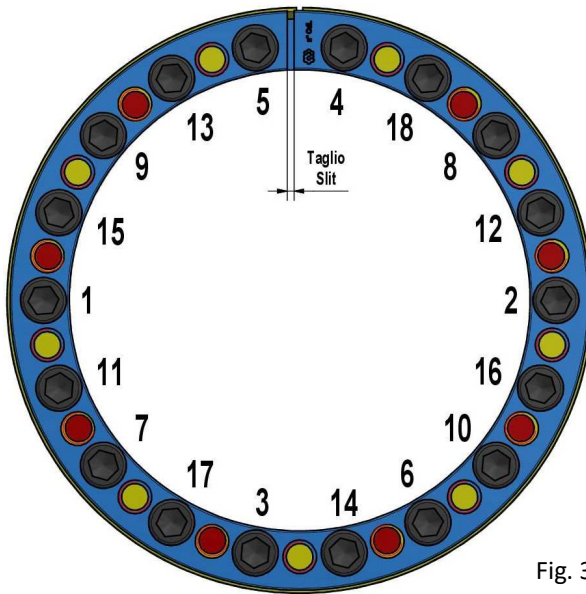

Fig. 3. Esempio di schema di serraggio.
4. Avvitare manualmente le viti, secondo uno schema a croce, partendo da una posizione a circa 90° rispetto al taglio dell'anello di spinta anteriore (fig. 3), fino al recupero completo dei giochi di accoppiamento con albero e mozzo, che risulteranno leggermente bloccati. Al contempo, assicurarsi che il mozzo sia allineato correttamente, utilizzando un comparatore. **Un corretto centraggio del mozzo, fin dall'inizio del montaggio, è essenziale per ottenere un corretto centraggio a montaggio completato.**
5. Usare una chiave dinamometrica, regolata ad una coppia maggiorata di circa il 5% rispetto alla coppia di serraggio (Ma) di catalogo, o ridotta entro il limite consentito. **Avvitare progressivamente le viti in più passate, secondo uno schema a croce (fig. 3), serrando di ¼ di giro circa ad ogni passata, fintanto che non sia più possibile serrare di ¼ di giro.** Partire con una vite posizionata a circa 90° rispetto al taglio dell'anello di spinta anteriore (fig. 3); le viti adiacenti al taglio vanno serrate in sequenza.